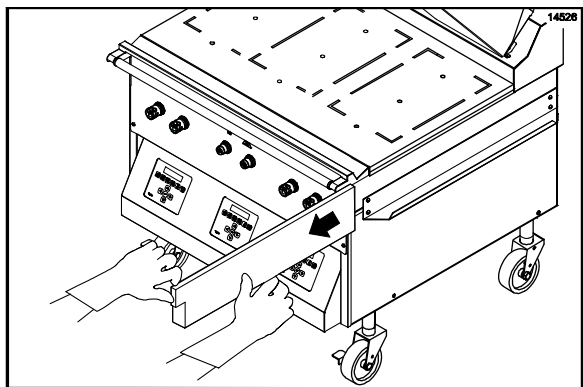

Figura 113
45. Retire e esvazie os coletores de gordura. (Veja a Figura 113.)